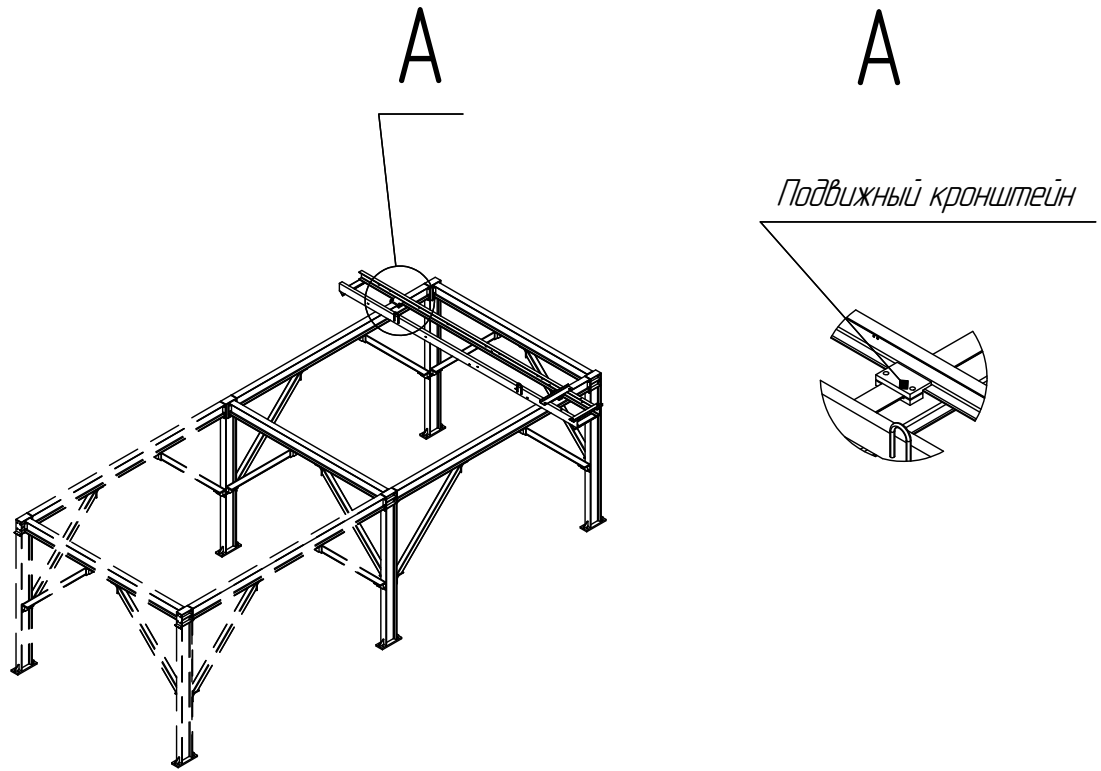

Рис.6
5.6 Рама для крепления электрооборудования крепится к раме основания при помощи четырех подвижных кронштейнов. Это позволяет перемещать раму электрооборудования в поперечном и продольном направлениях и надежно фиксировать ее при помощи болтов. Применение подобного крепления позволяет оперативно менять конфигурацию МС-110 без значительных затрат. Данный способ крепления см. на рис.6.